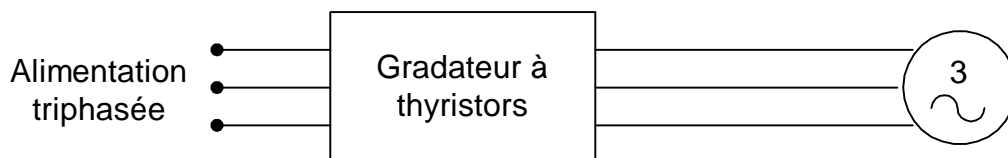

FIGURE 1.4 GRADATEUR
- de gradateurs à thyristors (Figure 1.4) ;